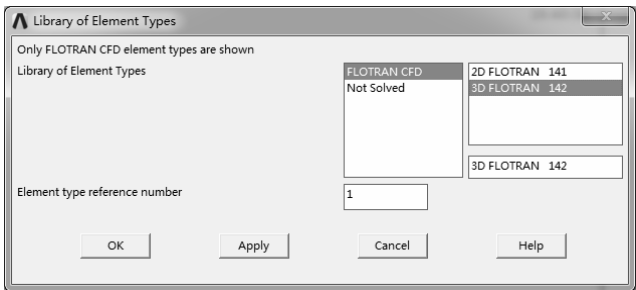

图 10-83 “Library of Element Types”对话框
2) 单击“Add...”按钮，弹出“Library of Element Types”对话框，在左边的列表中选择“FLOTRAN CFD”选项，选择流体单元类型，然后在右边列表中选择“3D FLOTRAN 142”单元，如图 10-83 所示。单击“Library of Element Types”对话框的“OK”按钮，返回“Element Types”对话框。